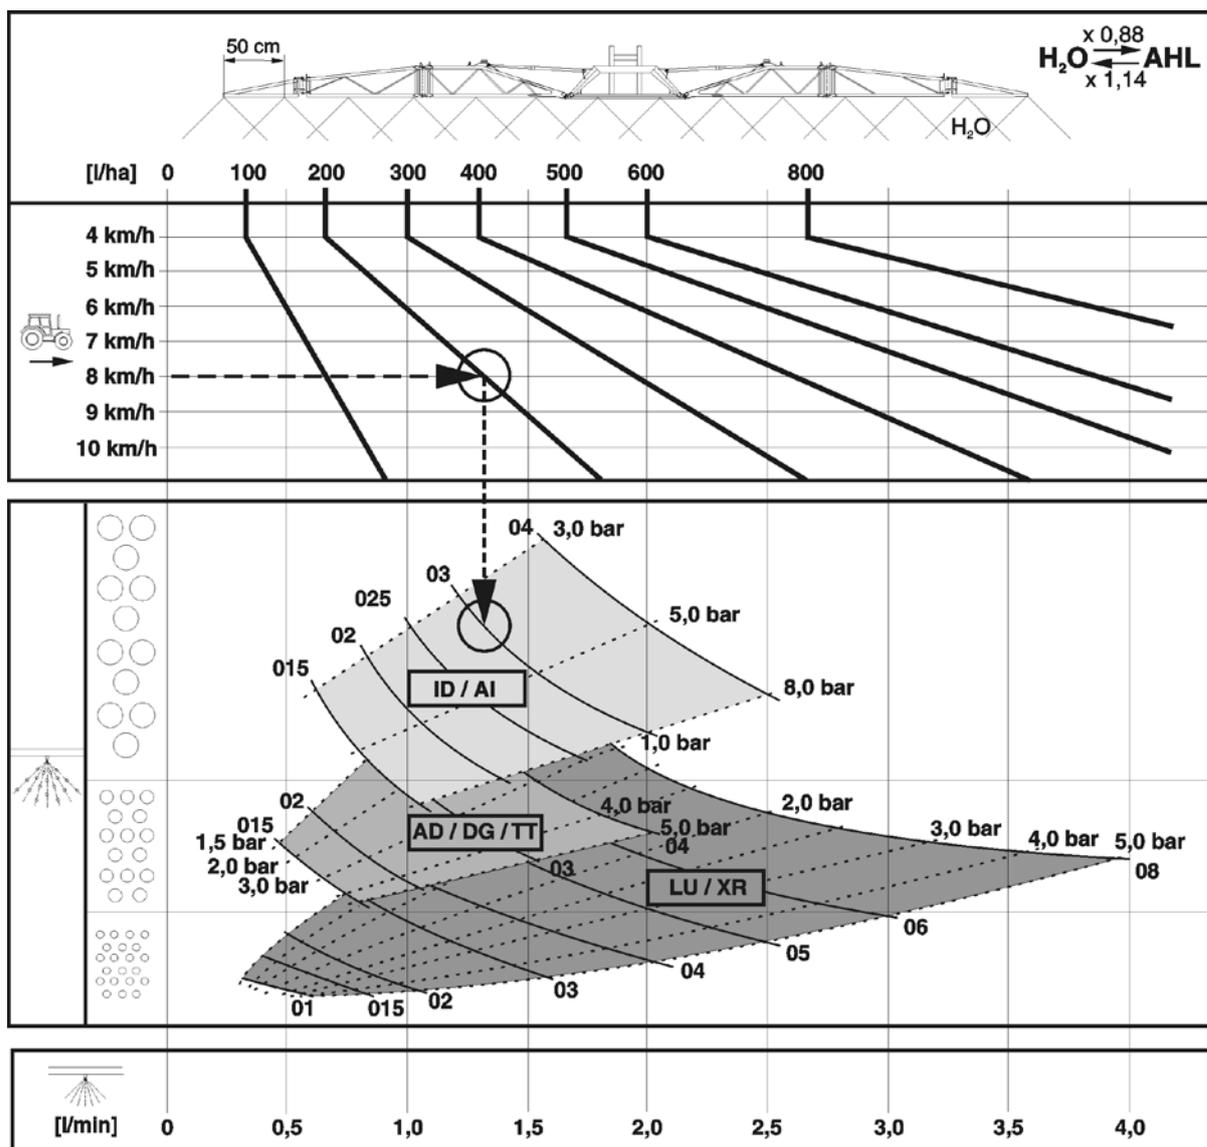

Рис. 192
- Все приведенные в таблицах параметров опрыскивания нормы расхода [л/га] действительны для воды. Для пересчета на раствор мочевины и нитрата аммония (АНЛ) умножьте указанные нормы расхода на 0,88, а для пересчета на азотно-фосфорные растворы (NP) – на 0,85.
- Рис. 192 служит для выбора подходящего типа форсунки. Тип форсунок выбирается исходя из: